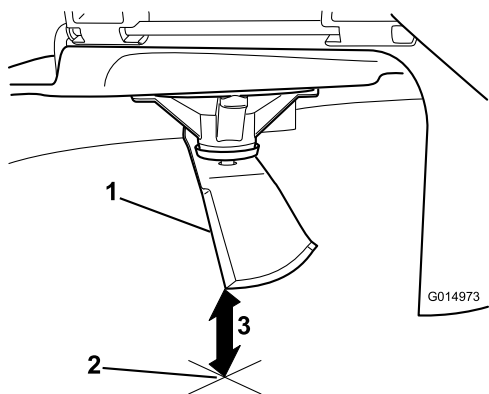

Bild 62
5. Messen Sie von der Messerspitze bis zu ebenen Fläche (Bild 62).